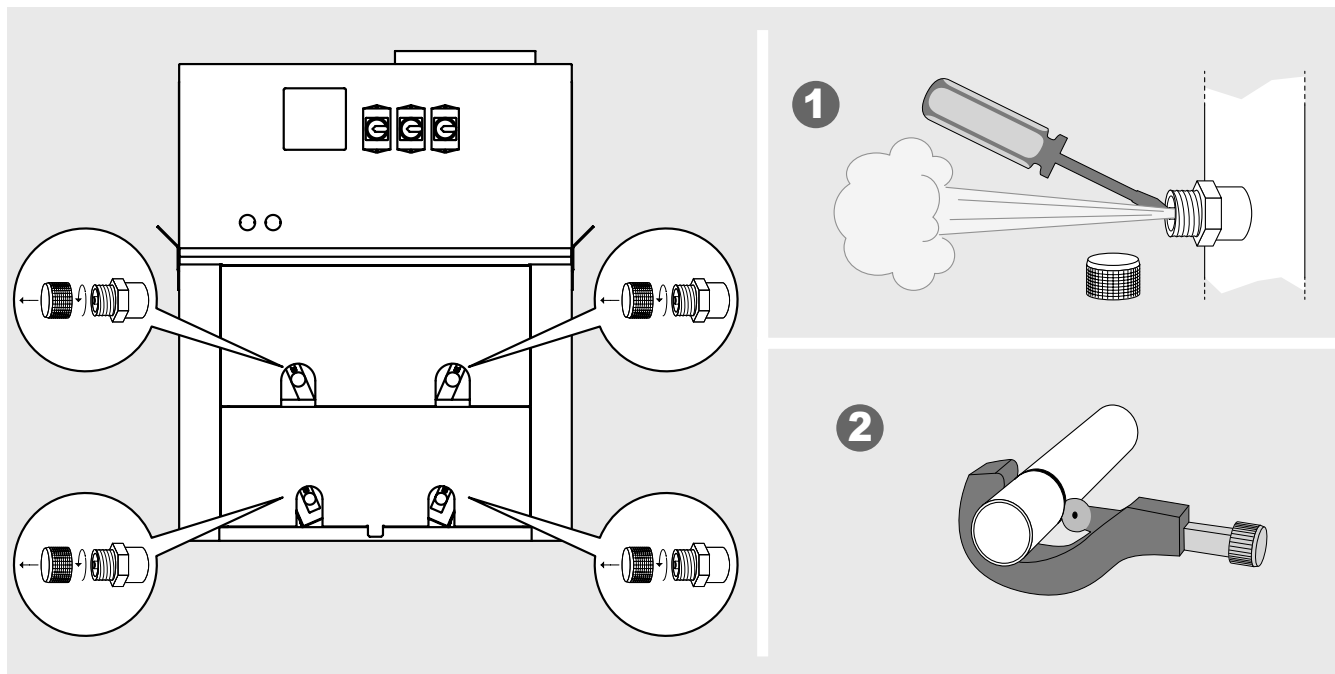

Figura 5
- 6.12 Antes de cortar los manguitos de entrada y/o salida, descargue la presión de precarga (unos 2 bares) del intercambiador (véase "Figura 5").